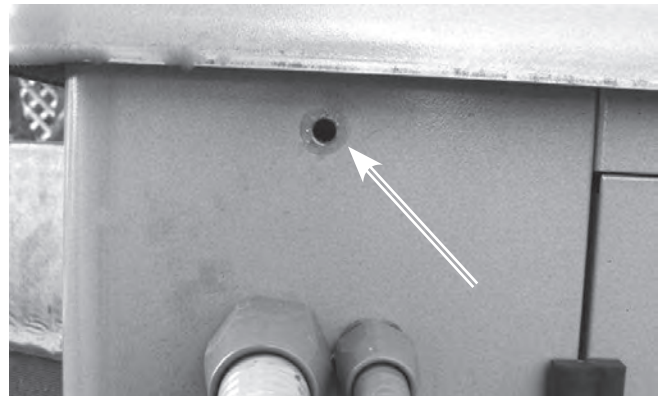

Figure 1
2. En utilisant une mèche de 3/8 po, percez un trou dans le boîtier près de l'emplacement prévu pour l'appareil cellulaire de sorte que le câble de l'antenne atteigne l'appareil (Figure 1). L'ouverture doit être placée près du toit, mais pas trop près en raison des interférences produites lorsque le toit est complètement ouvert.